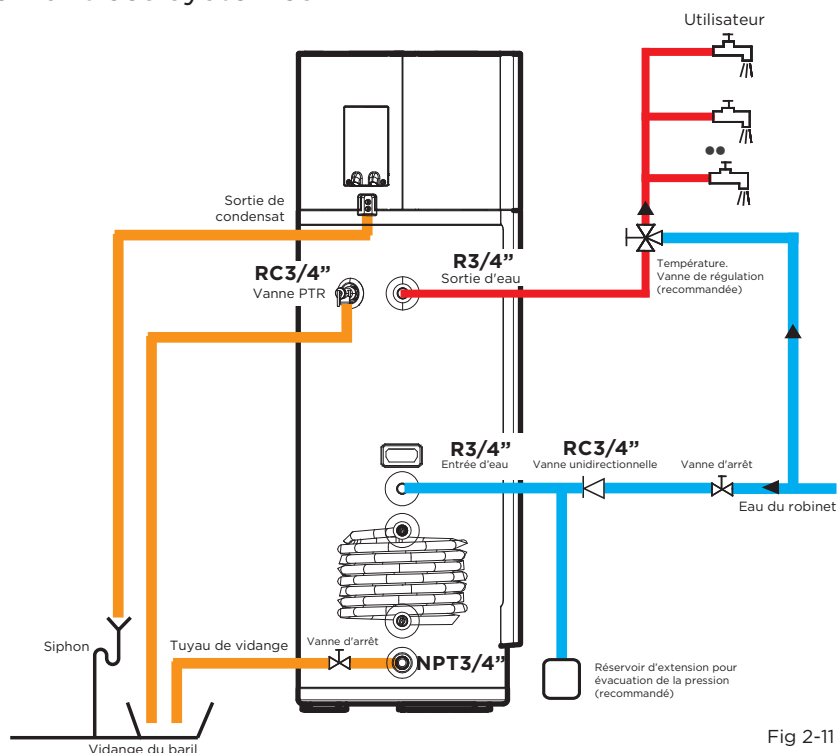

Fig 2-11
- Connectez les tuyaux d'eau comme indiqué sur la figure 2-11 ci-dessus.
Connectez les deux tuyaux d'évacuation de condensat dans le raccord à la sortie de condensat, comme indiqué sur la figure 2-11.